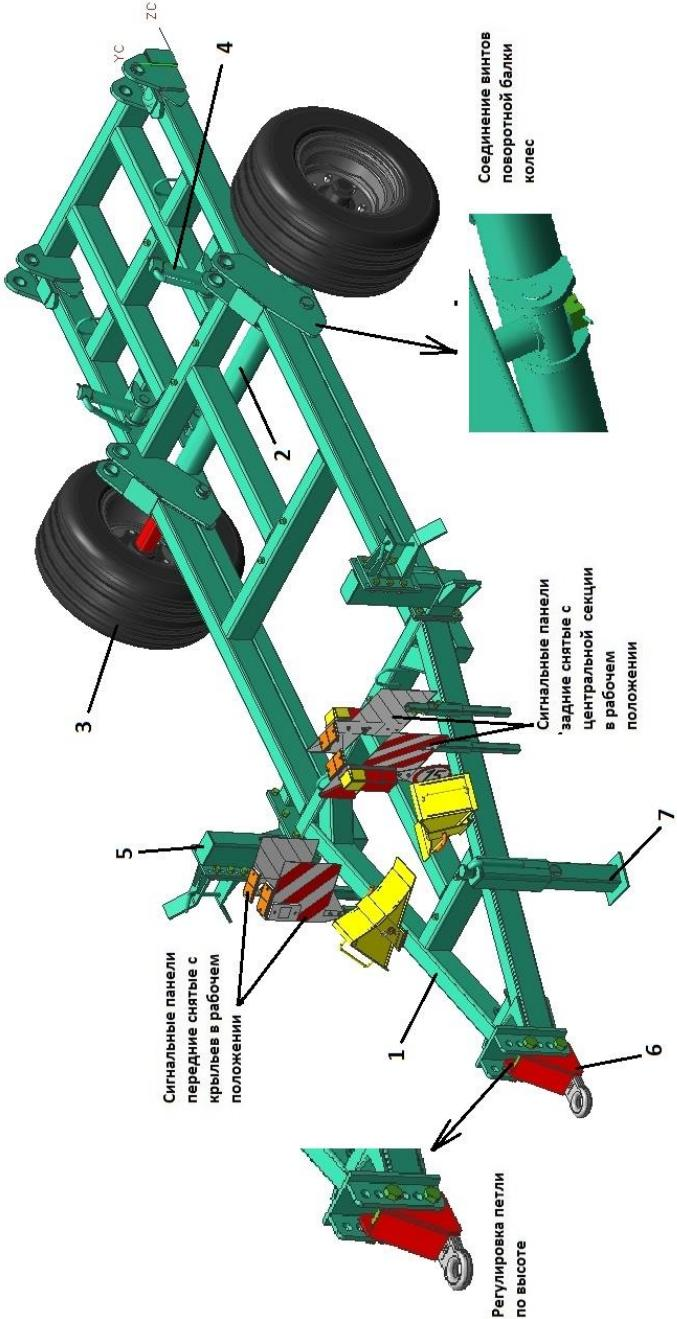

Рисунок 3 – Транспортная тележка
3.3 Транспортная тележка предназначена для передвижения культиватора при транспортировке. Состоит (рисунок 3) из рамы 1, поворотной балки 2 с ходовыми колёсами 3 и регулировочными винтами 4, кронштейнов фиксации крыльев в транспортном положении 5, регулируемого по высоте прицепа 6, опора с винтовой регулировкой 7.
- соединить поворотную балку с регулировочными винтами (рис.3);
- соединить культиватор с трактором, переставляя прицеп на требуемое отверстие (рис. 3).
- снять передние сигнальные панели с крыльев культиватора и установить в кронштейны транспортной тележки (рисунок 3);
- снять задние сигнальные панели с центральной секции, разъединить вилку с розеткой, и установить их в кронштейны транспортной тележки (рисунок 3);
Транспортная тележка должна катиться на своих ходовых колёсах. Это достигается регулировочными винтами поворотной балки (рисунок 3).